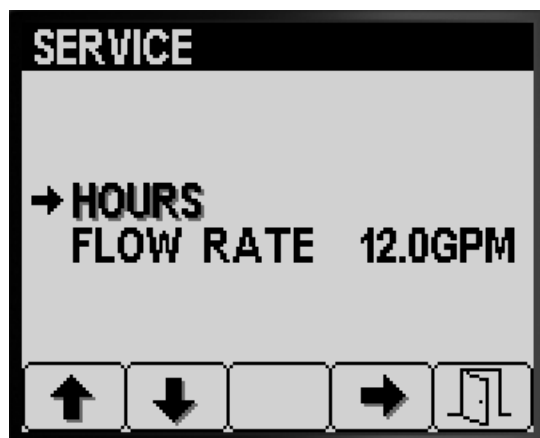

図 80
- ボタン 4 で Hours 画面に入る 図 80。
- 整備画面からボタン 1 または 2 を何度か押して HOURSを選択する 図 80。